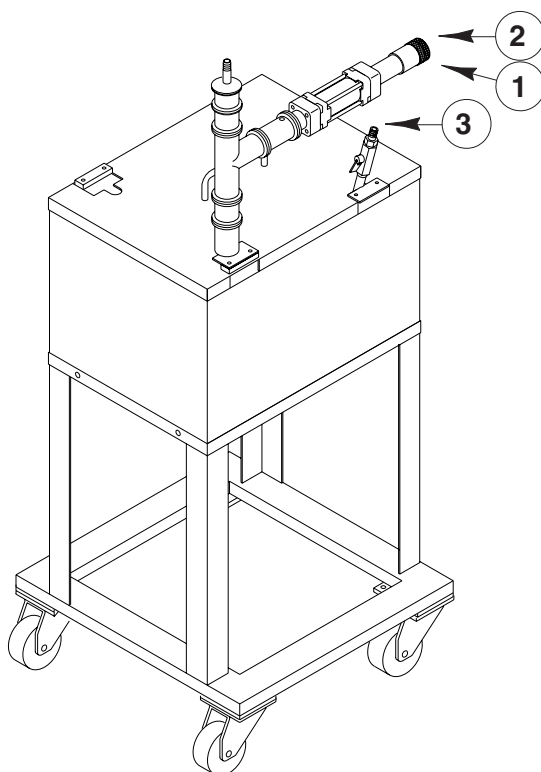

Fig. 6.1.15
La variación de la capacidad de la bomba (Fig.6.1.15) se obtiene del siguiente modo:
- aflojando la virola de bloqueo (Pos.1-1a, Fig.6.1.15) e interviniendo sobre el pomo (Pos.2-2a, Fig.6.1.15), girándolo en sentido horario o en sentido antihorario. Una vez realizada la regulación, bloquee la virola (Pos.1-1a, Fig.6.1.15).
Para regular la presión del chocolate intervenga sobre el grifo (Pos.3-3a, Fig.6.1.15).